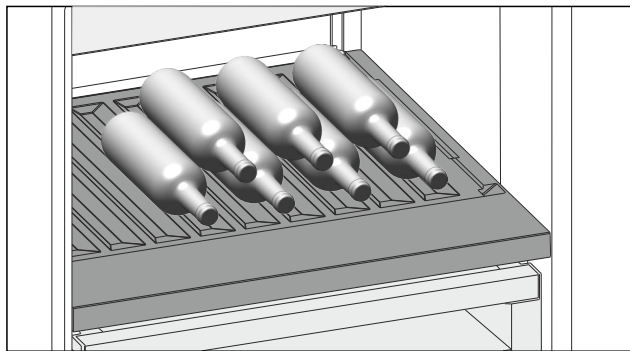

Fig. 165 Shembull ilustrues
- ▶ Shtrihi shishet me fundin të drejtuar në faqen e pasme të frigoriferit. (shihni Fig. 165)